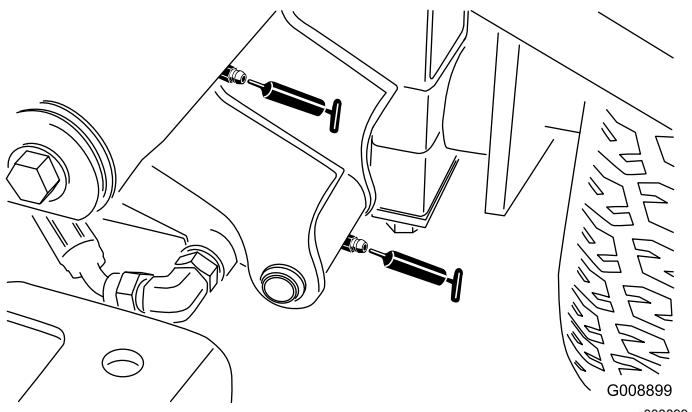

**Bild 37**
- 2 hintere Hubarm-Drehbüchsen und Hubzylinder (Bild 37)